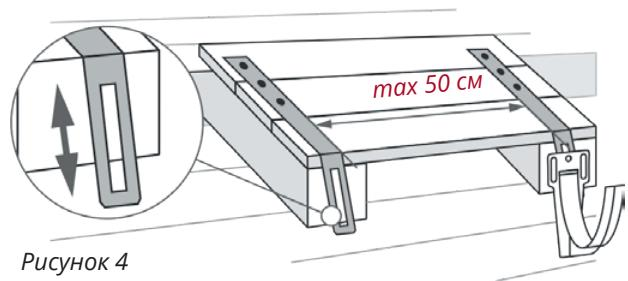

Рисунок 4
1. Установите первый и последний удлинитель кронштейна на скате к обрешетке, используя «жёлтые» саморезы РZ (5,0x40мм) (рис.4).
- Используя шайбы, винты и гайки М6, закрепите пластиковые кронштейны на удлинителе в верхнее центральное отверстие (Рис.4). Наклон желоба регулируется перемещением кронштейна относительно удлинителя по овальному отверстию вверх или вниз. Шаг между удлинителями не должен превышать 50 см.